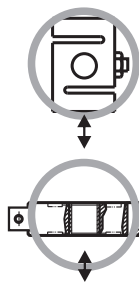
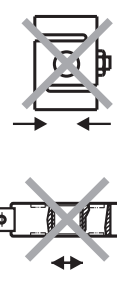

图4
图5
- 5、本机用于测试推力或拉力（图4），严禁在测试杆弯曲或者拧紧的方向用力（图5、6）；